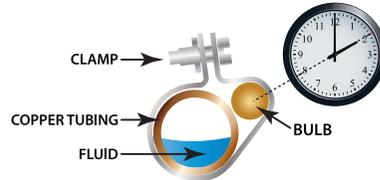

Figure 10. Placement du bulbe du TXV
2. Le bulbe de détection doit être installé à l'extérieur du boîtier du serpentin sur une section horizontale de la conduite d'aspiration, si possible (voir la figure 9) à une position entre 10 heures et 2 heures, comme indiqué sur la figure 10.